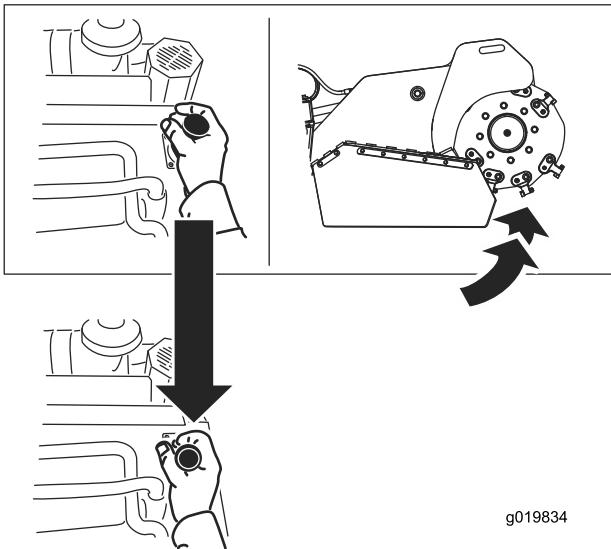

Bild 14
- Ziehen Sie den Hebel nach hinten, um die Fräse anzuheben (Bild 14).